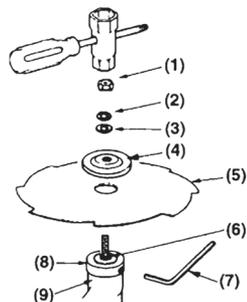

Рис.2
1. Совместите отверстие в ступице редуктора с отверстием вала. Вставьте фиксирующий стержень (Г-образный ключ) в отверстие ступицы (см. рис.2)